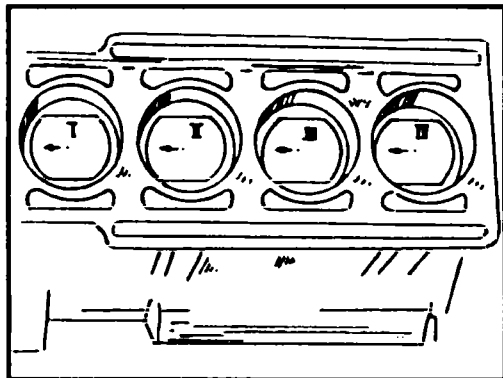

Рис. 2.31 Маркировка поршней перед демонтажем
- стрелка (нарисованная либо выбитая на дне новых поршней) должна быть направлена в сторону ремня привода (см. рис. 2.31).